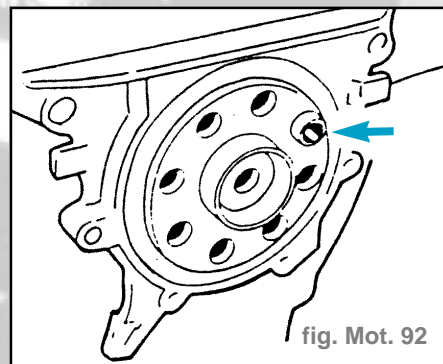

fig. Mot. 92
- Mettre en place le volant moteur, (attention à la douille d'ajustage) (fig. Mot. 92).